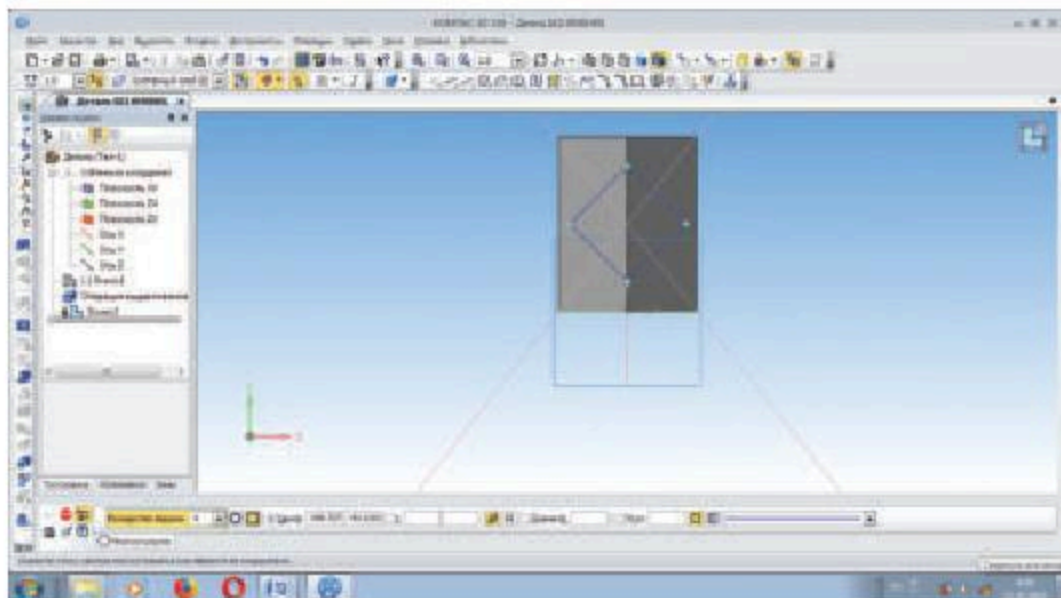

Рис. 17.8
6. С помощью команды **вспомогательная прямая** находим геометрический центр грани призмы как точки пересечения диагоналей грани, затем, вызвав команду **геометрия**, вычерчиваем с помощью команды **многоугольник** его панели инструментов. Для этого вводим такие параметры: количество вершин — 4, радиус — 13; тогда появится изображение квадрата (рис. 17.8).